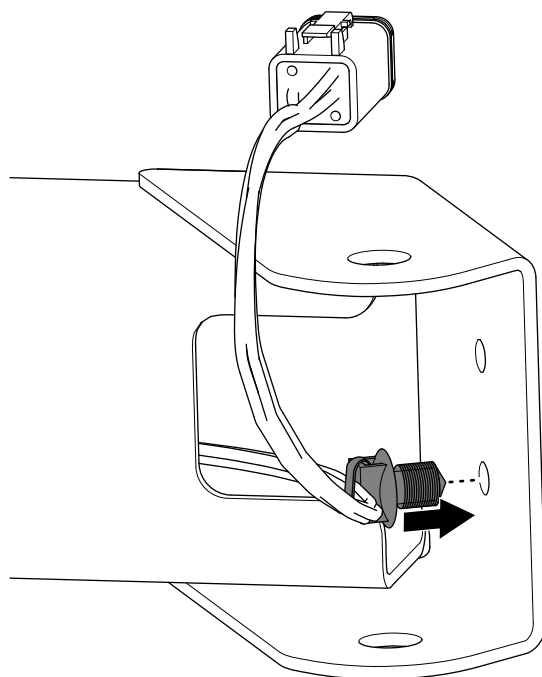

Figura 12
- Inserite il dispositivo di fissaggio a spinta del cablaggio preassemblato nel foro all'estremità del supporto della luce operativa, come illustrato nella Figura 12.